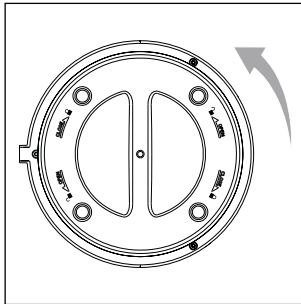

Abb.3
3. Drehen Sie den Gehäusedeckel **9** an der Unterseite des Gerätes ein Stück gegen den Uhrzeigersinn in Richtung **OPEN** **⏪**, um ihn zu öffnen (siehe Abb. 3). Entfernen Sie dann den Gehäusedeckel **9** vom Gerät.